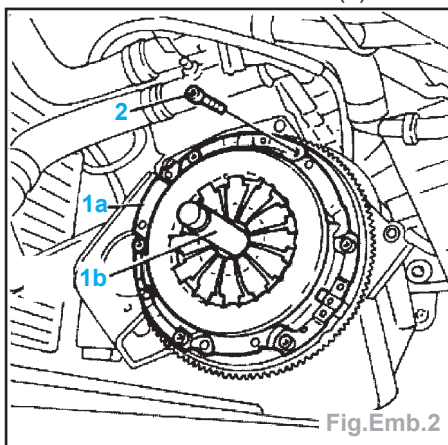

Fig.Emb.2
- Placer le disque et le mécanisme d'embrayage (1a) puis les centrer avec l'outil (1b) (Fig.Emb.2).
- Fixer l'ensemble avec les vis (2).